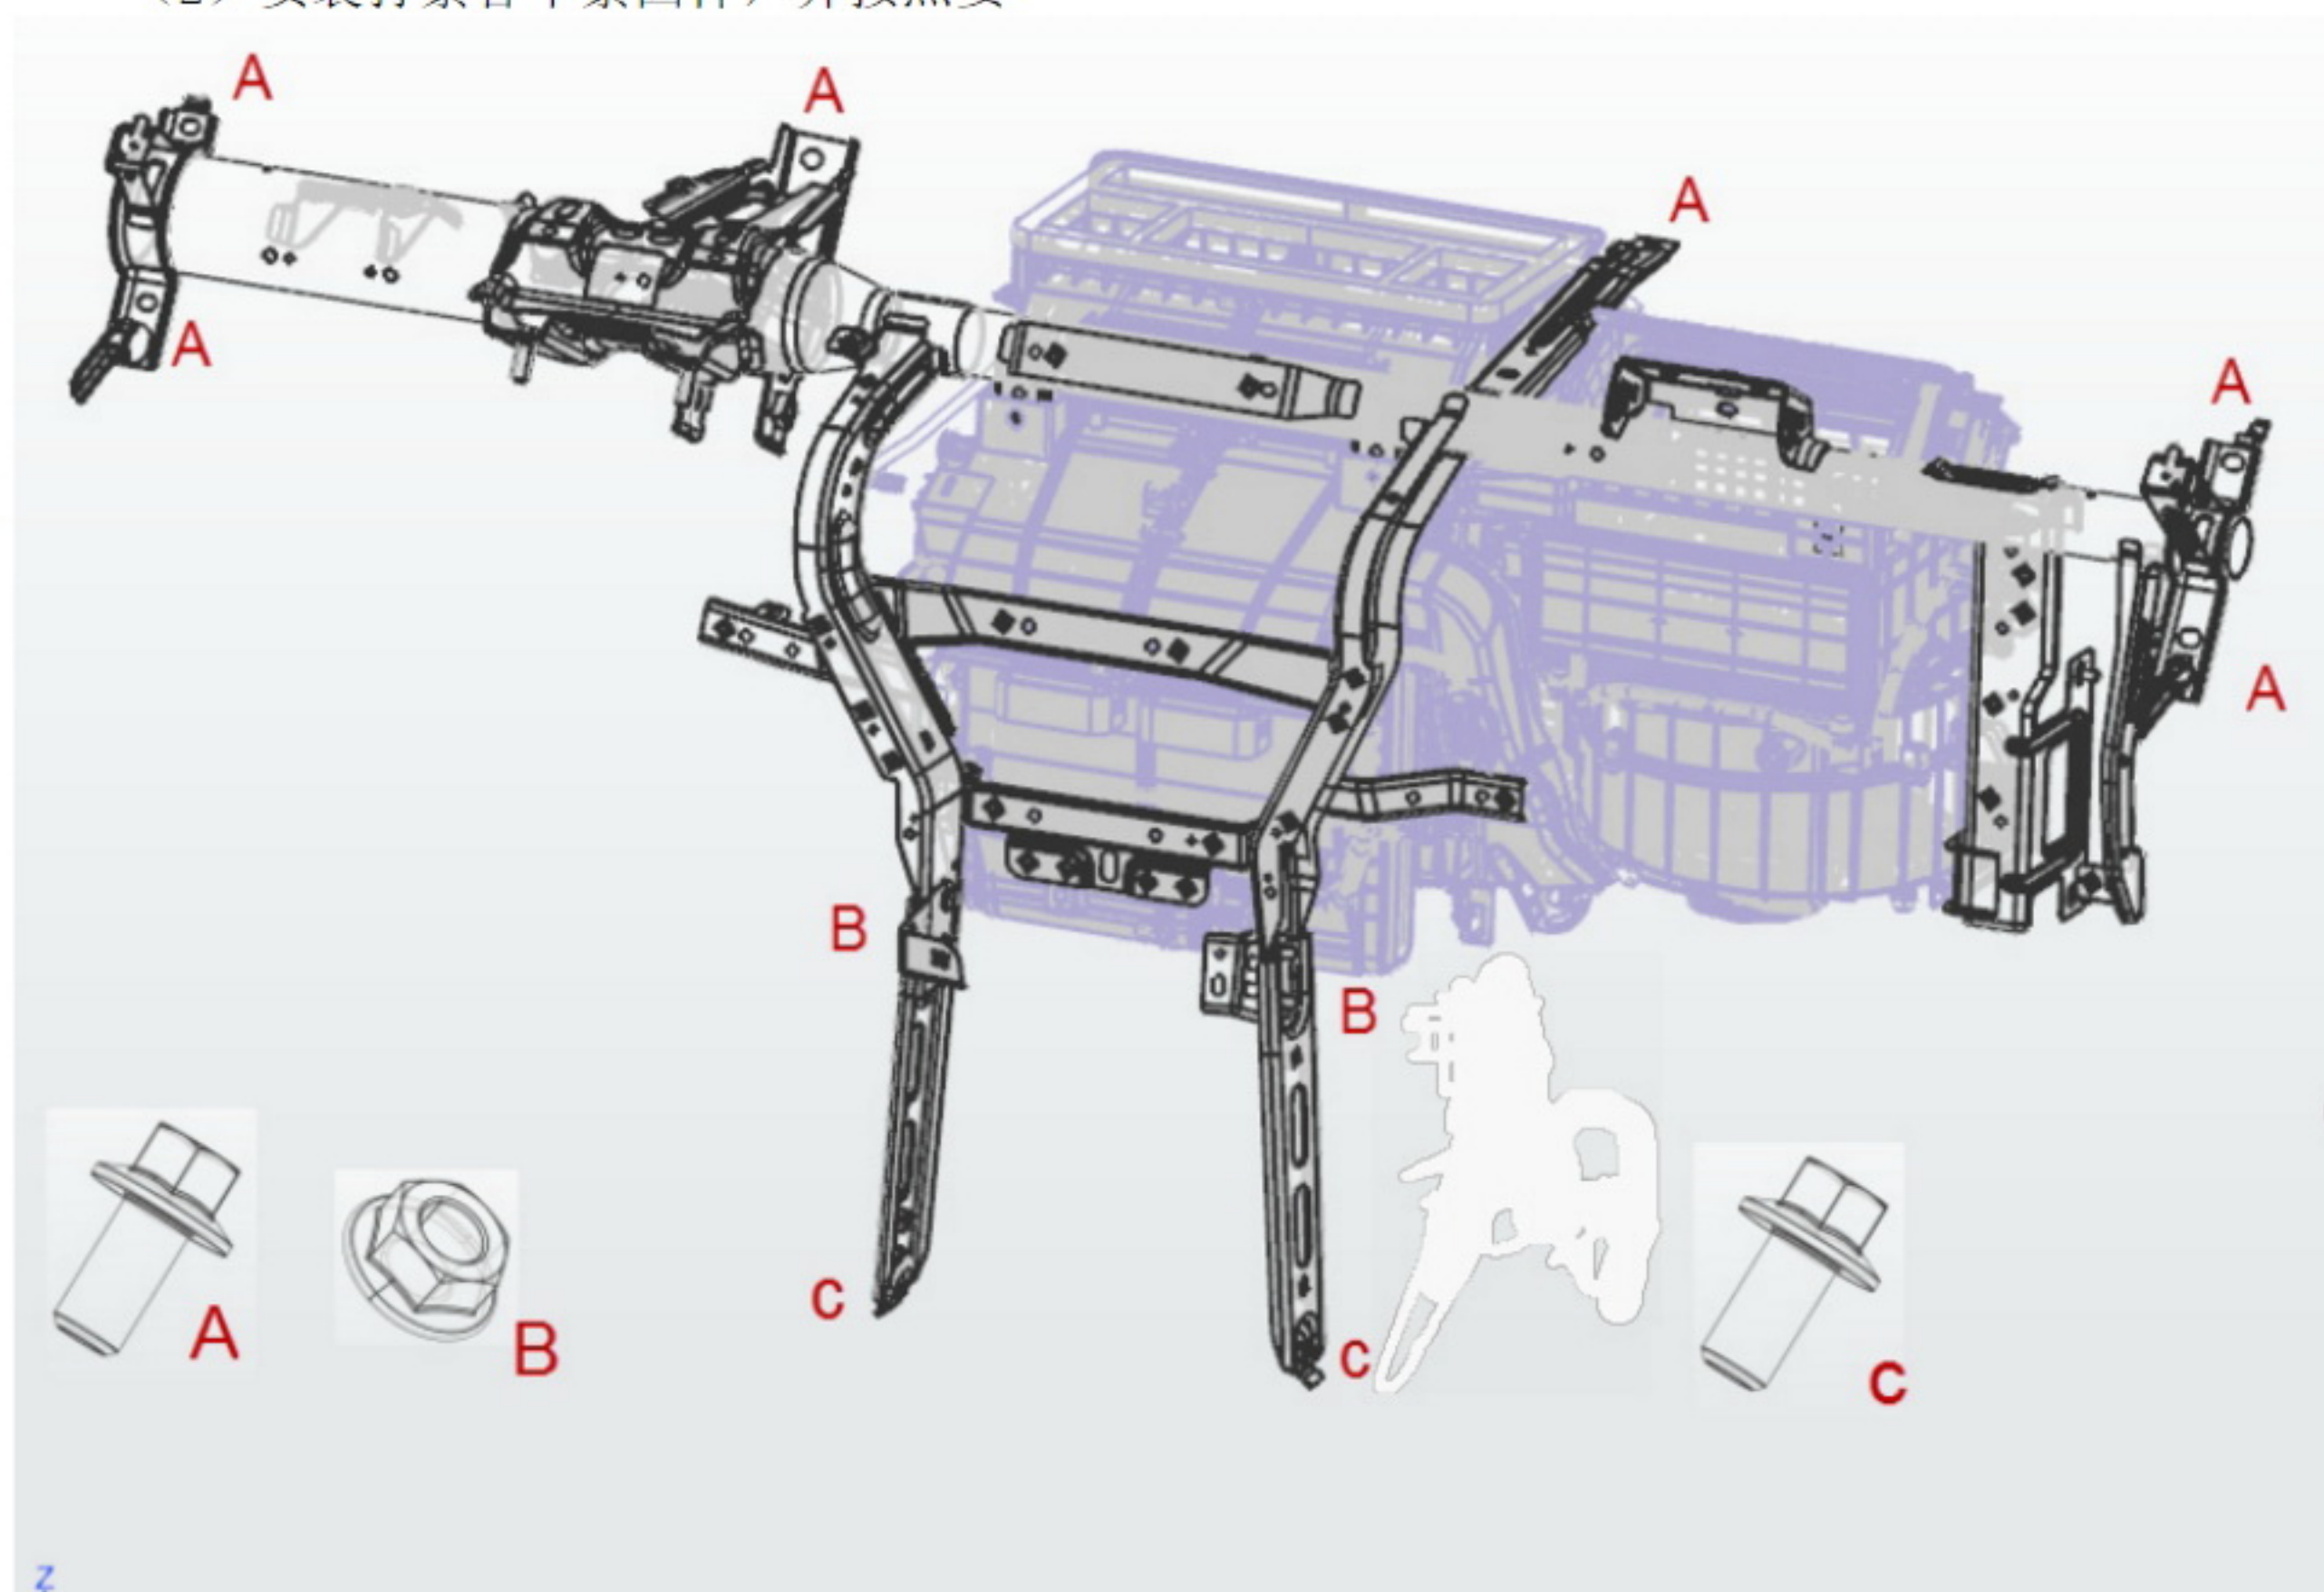

图 1-33 管梁焊接总成安装结构示意图
(1) 拆卸管梁焊接总成前需确认仪表板下本体已拆除;
(2) 用 10#套筒拆卸六个六角头螺栓和平垫圈组合件 (Q1840816TF61K) 图 1-33 的 A 型紧固件;
(3) 用 10#套筒拆卸空调箱体右侧底部与前围钣金连接紧固件;
(5) 用 10#套筒拆卸管梁与地板左右连接板组件上的四个六角法兰面螺母
Q32006T2F3AC) 图 1-33 的 B 型紧固件和两个六角头螺栓和平垫圈组合件 (Q1840816TF61K) 图 1-33 的 C 型紧固件, 并将管梁与地板左右连接板组件拆卸;